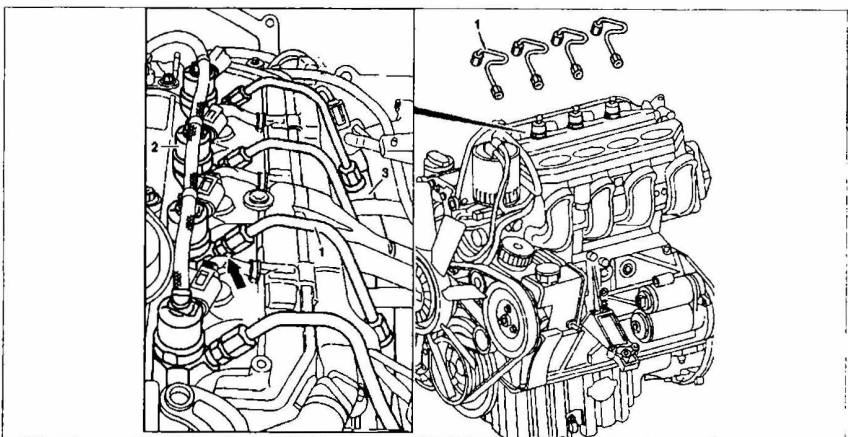

Рис. 33. Снятие и установка топливопроводов высокого давления:
3. Открутите гайки крепления топливопроводов **1** высокого давления от форсунок **2** и аккумулятора **3** (рис. 33).